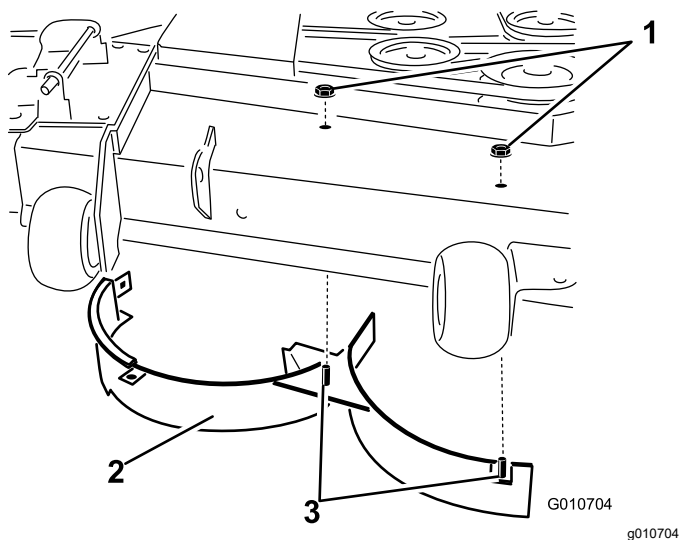

Bild 15
- Entfernen Sie die zwei Sicherungsmuttern (5/16"), mit denen die geschweißten Streben des rechten Ablenkblechs oben am Mähwerk in der Mitte und rechts von der Mittelstellung befestigt sind (Bild 15).